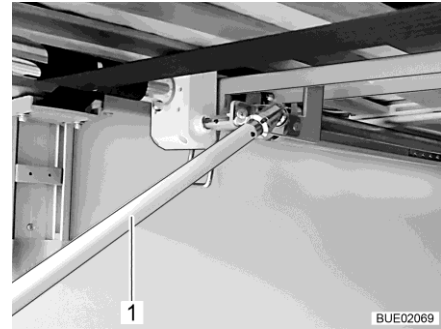

Fig. 133 Manivelle dans le garage arrière
- Pour relever le lit : tourner la manivelle (Fig. 133,1) dans le sens des aiguilles d'une montre.
Pour abaisser le lit : tourner la manivelle (Fig. 133,1) dans le sens inverse des aiguilles d'une montre.